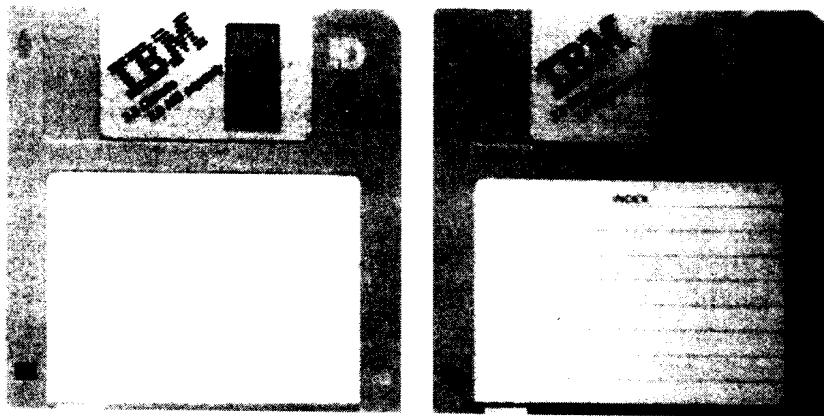

图 1-9 3½" 盘的存储容量从标准的 720KB 到高密的 1.44MB
1.44MB 硬壳软盘由于其存储容量大不易损坏等优点而成为最受人们欢迎的信息存储介质。硬壳软盘大多为 3½" 盘。它有一个塑料外壳和金属屏障以免灰尘等进入磁盘表面。图 1-9 是 3½" 盘组成图。3½" 盘的存储容量可以由标准的 720KB 到 1.44MB 高密盘不等。无论哪种类型的磁盘,尽管可能会格式化过,但在使用前也要进行格式化处理。可读取 CD 盘、磁带或 ZIP 的驱动器也是很常用的存储信息方法。